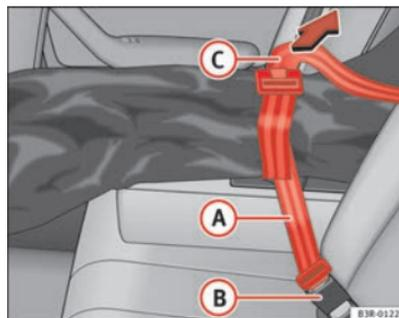

Fig. 118 Sacca portasci fissata al moschettone bloccacintura centrale dei sedili posteriori
- Bloccare la cintura della sacca (A ⇒ pag. 149, fig. 118) nel moschettone bloccacintura centrale (B).
- Stringere la cintura tirandone l'estremità libera (C).